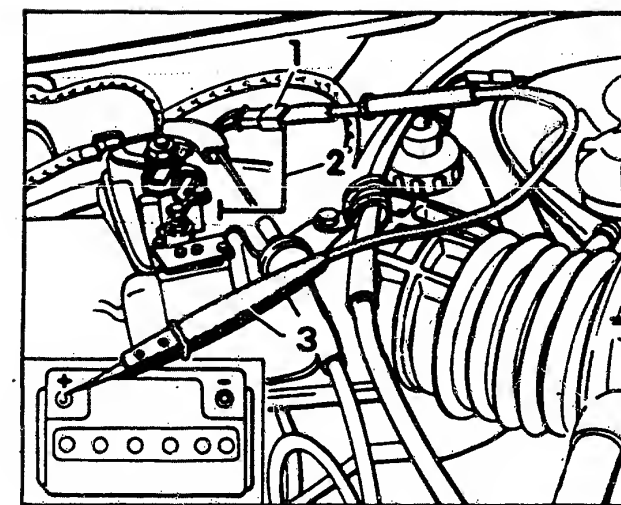

Bild 11 Prüfung des Klopfensors mit einem Diodenprüfer. 1 Prüfstecker (mit braun-/blauer Leitung) – 2 Masse – 3 Diodenprüfer.
- Am Prüfstecker (1 in Bild 11) mit blau-/brauner Leitung einen Dioden-Spannungsprüfer anschliessen und an Batterie + führen. Die Leuchtdiode muss **aufleuchten**, aber beim Anlassen des Motors erlöschen.
- Erhöht man die Drehzahl einmal auf über 3000/min und leuchtet die Diode wieder auf, ist wie folgt weiter zu prüfen: Am Stecker (1) ist zusätzlich eine Hilfsleitung (2) anzuschliessen und mindestens 3s an Masse zu halten. Darauf muss das Dauerleuchten der Diode in ein Blinken übergehen:
- Leitung des Zusatzluftsteuerventils (AAC-Ventil) abziehen (Bild 11).
Bild 11 Leerlaufstellung am Zusatzluftsteuerventil. A Leerlaufeinstellschraube – B FICD Magnetventil – C zum Luftregelventil – D zum Luftführungs Kanal – E AAC-Ventil – F Verbindungsstecker.